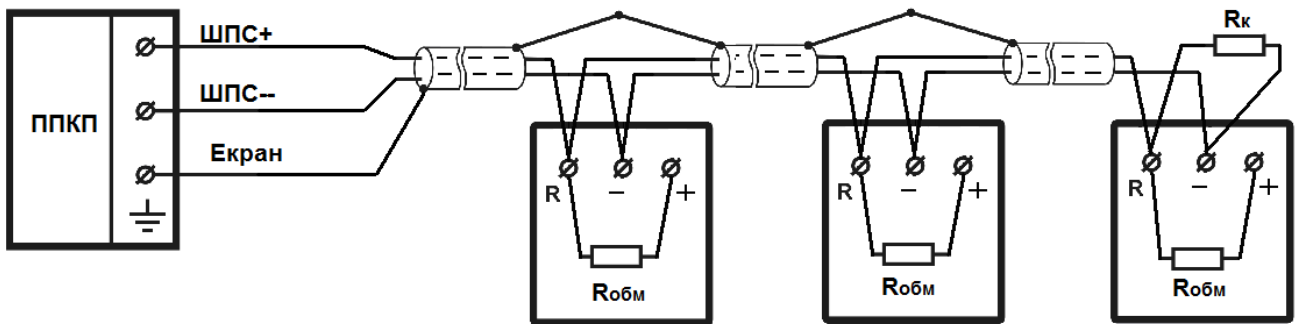
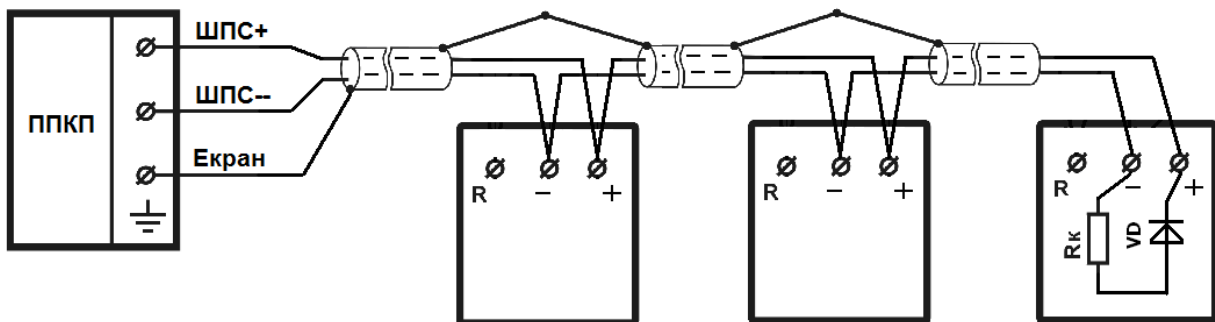

Рис. 3 Схема підключення сповісвачів до ППКП із постійно струмовим живленням ШПС
Рис. 4 Схема підключення сповісвачів до ППКП із знакозмінним джерелом живлення ШПС
5.5 Схеми підключення сповіщувача з різними типами ШПС наведені на рис. 3 – рис. 7.
6.4 Підключити ШПС до сповіщувача згідно рис. 3, рис. 4. Затягнути гвинти. Перевірити надійність з'єднання. Закрити кришку сповіщувача, сумістивши мітки на основі та кришці. Повернути кришку відносно основи, по ходу годинникової стрілки до упору.